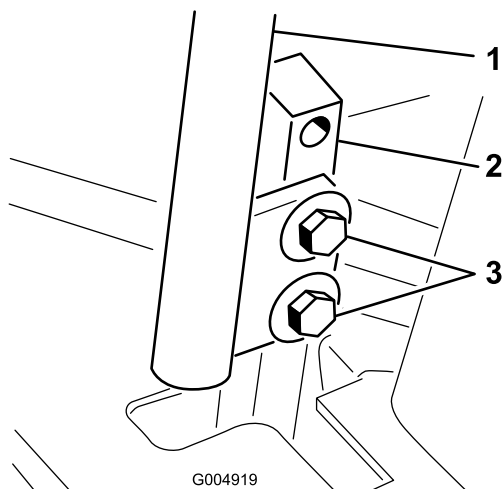

Рисунок 55
3. Ослабьте болты крепления рычагов управления (Рисунок 55).